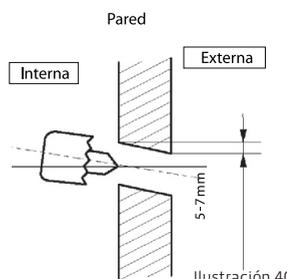

Ilustración 40
- Realizar una (1) perforación de 65 mm. que se incline levemente hacia el lado exterior. Ilustración 40